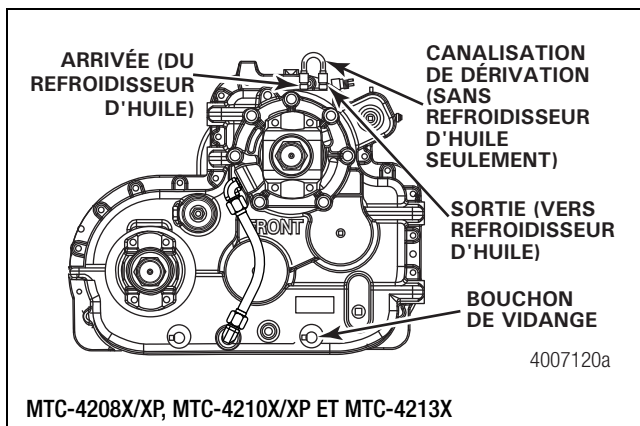

Figure 3.1
5. Retirer le bouchon de vidange magnétique situé sous la boîte de transfert. Vidanger l'huile et en disposer de manière appropriée. Nettoyer le bouchon de vidange magnétique. Figures 3.1 et 3.2.
7. Débrancher les canalisations du refroidisseur d'huile. Figures 3.1 et 3.2.